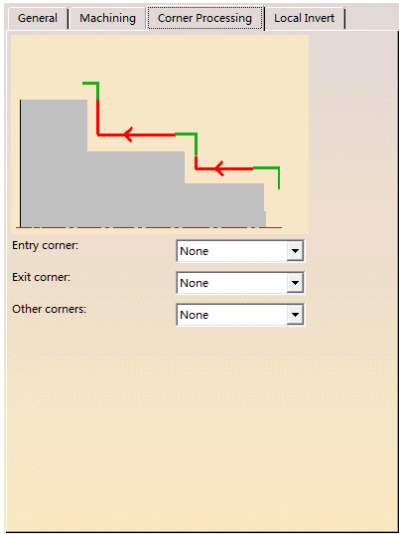

图 7-35 “Corner Processing” 选项卡 (1)
- 单击“Corner Processing”选项卡(1), 设置拐角处理参数如图 7-35 所示。